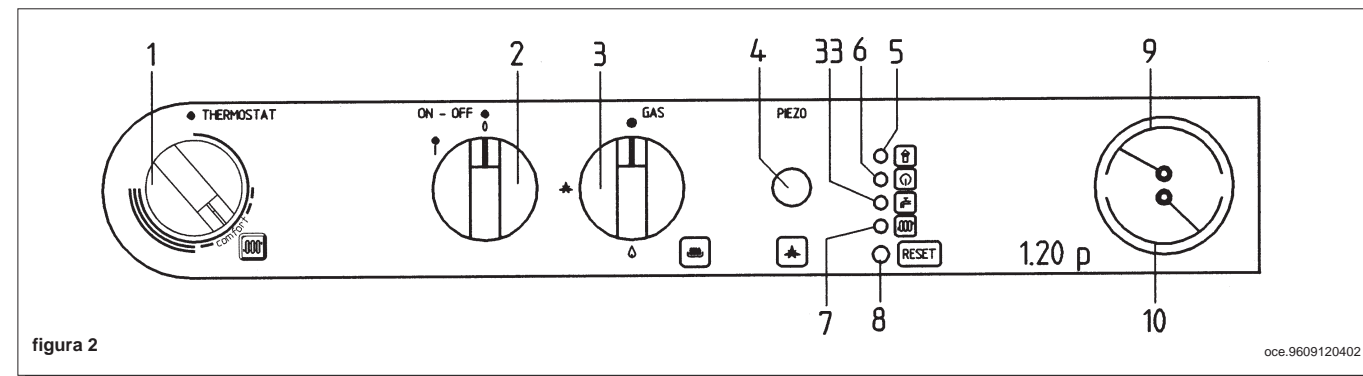

figura 2
per la figura 2: premere e ruotare la manopola (3) in posizione (*); premerla a fondo ed agire contemporaneamente sull'accenditore piezoelettrico (4). Con pilota acceso attendere almeno 15-20 secondi affinché la fiamma riscaldi regolarmente la termocoppia, e poi rilasciare la manopola (3) (ripetere l'operazione nel caso di spegnimento della fiamma pilota); ruotare quindi la manopola (3) in posizione di funzionamento (Δ) esercitando una leggera pressione;
5) agire sulla manopola del dispositivo di regolazione della temperatura del circuito di riscaldamento (1) in modo da accendere il bruciatore principale.
para la figura 2: presionar y hacer girar el botón (3) en posición (*); presionarlo completamente y, al mismo tiempo, obrar sobre el encendedor piezoeléctrico (4). Con piloto encendido esperar por lo menos 15-20 segundos de modo que la llama caliente regularmente el termopar; luego dejar el botón (3) (repetir la operación en el caso de apagamiento de la llama piloto); hacer girar el botón (3) en posición de funcionamiento (Δ) ejerciendo una ligera presión;
5) obrar sobre el boton del dispositivo de regulación de la temperatura del circuito de calefacción (1) para encender el quemador principal. Para aumentar la temperatura hacer girar el botón en sentido retrógrado y viceversa para disminuirla.
per la figura 2: ruotare in senso orario la manopola (3) di comando della valvola del gas nella posizione (●)
para la figura 2: hacer girar en sentido retrógrado el botón (3) de mando de la válvula del gas en la posición (●)